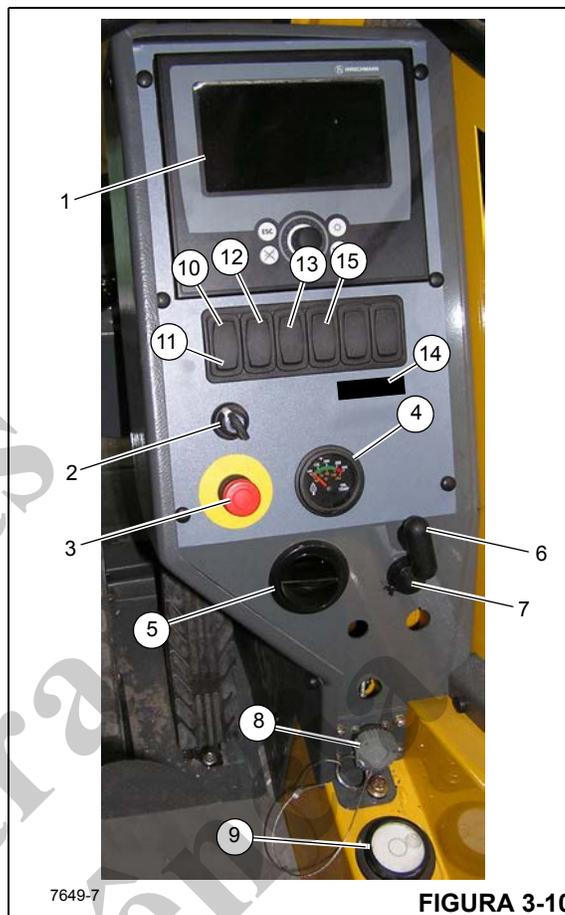

FIGURA 3-10
Números dos itens da Figura 3-10
O painel de controle dos sistemas do RCL e de definição de área de trabalho (1) (Figura 3-10) localiza-se no lado direito da cabine. Ele mantém os controles e indicadores do Sistema RCL (Limitador de capacidade nominal) e do Sistema de definição da área de trabalho do guindaste. Consulte o Manual do RCL para obter informações detalhadas.
A chave de contorno (cancelamento) do RCL (2) (Figura 3-10) é uma chave momentânea; gire a chave para a posição Ligada (direita) para desativar os controles do RCL. Liberar a chave permite que os controles do RCL são reativados.
A chave de parada de emergência do guindaste (3) (Figura 3-10) localiza-se no console direito da cabine do guindaste e é usada para desligar o motor do guindaste. Pressione o botão vermelho para desligar o motor, o que acende o indicador de parada de emergência na coluna de direção. Gire e puxe o botão para retomar a operação normal.
O indicador de temperatura do óleo da transmissão (TRANS TEMP) (4) (Figura 3-10) localiza-se no centro do console
A alavanca de Controle da trava de giro do pino da plataforma rotativa (6) (Figura 3-10) localiza-se no painel de controle lateral direito. O objetivo da trava contra giro do pino é bloquear a superestrutura na posição diretamente sobre a dianteira para apanhar e transportar cargas.
A tomada de 12 V para acessórios (7) (Figura 3-10) está localizada na parte inferior do painel de controle e está projetada para aceitar a maioria dos conectores adaptadores para 12 V.
O conector de diagnóstico (8) (Figura 3-10) está localizado na parte inferior do painel de controle dianteiro. Ele é usado na manutenção do sistema elétrico do guindaste.
O indicador de nível de bolha (9) (Figura 3-10) está localizado no lado esquerdo da cabine ao lado da placa da trava da porta. O indicador fornece ao operador um auxílio visual para determinar o nivelamento do guindaste.
O Indicador do freio do carretel da mangueira ligado (10) (Figura 3-10) está localizado no console direito. Ele acende em vermelho quando o Freio do carretel da mangueira é acionado e o pedal de controle do telescópio está em neutro.
O Indicador de lança não sincronizada (11) (Figura 3-10) localiza-se no console direito. Ele se acende em vermelho quando as seções da lança não estão com a sincronização correta para a função telescópica. As chaves de Modo da lança e de Seleção da seção telescópica da lança devem então ser usadas para corrigir a sincronização. Esta luz indicadora é controlada pelo RCL.
O indicador de 3ª volta do cabo do guincho (12) (Figura 3-10) localiza-se no console direito. O indicador acende em vermelho quando restarem três ou menos voltas do cabo em qualquer guincho.
O indicador de clima frio opcional (13) (Figura 3-10) localiza-se no console direito. O indicador acenderá quando a temperatura estiver abaixo de -20°F (-29°C). Ele serve como aviso para que o operador interrompa a operação sob frio extremo.
O Indicador de carga do cilindro telescópico (15) (Figura 3-10) está localizado no painel de controle do lado direito e faz parte do sistema de carga do cilindro telescópico. O sistema de carga do cilindro telescópico foi projetado para evitar retração da lança causada por contração térmica nas seguintes condições de operação: Se o guindaste for operado com um comprimento de lança longo e um ângulo de lança baixo, e o óleo hidráulico nos cilindros telescópicos resfriar e contrair, as forças de atrito na lança estendida
O LED indicador de temperatura ambiente (14) (Figura 3-10) localiza-se no console direito. Quando a temperatura ambiente fora do guindaste cai abaixo de -20°F (-29°C), o LED indicador acende e envia um sinal ao sistema RCL. Esse controle de temperatura destina-se a evitar a operação das funções de elevação do guindaste em temperaturas abaixo de -20°F (-29°C). O sistema inicia um bloqueio das seguintes funções do guindaste: elevação do guincho, abaixamento da lança e extensão da lança telescópica. O abaixamento do guincho, a elevação da lança e a retração da lança telescópica, juntamente com o cancelamento do bloqueio, ainda funcionarão para abaixar a carga.